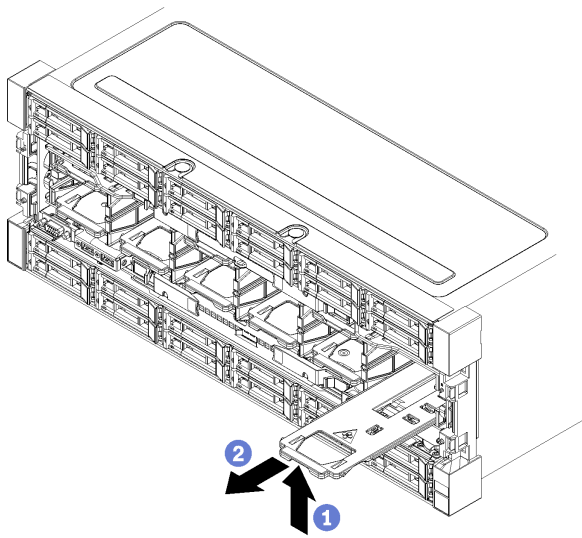

図 63. ファンの取り外し
- ステップ 1. ファンのハンドルをサーバーの中央に向けて内側に押してラッチをリリースし、ファンを前方に半分引き出した後 (106 ページの 図 63 「ファンの取り外し」を参照)、10 秒待ちます。